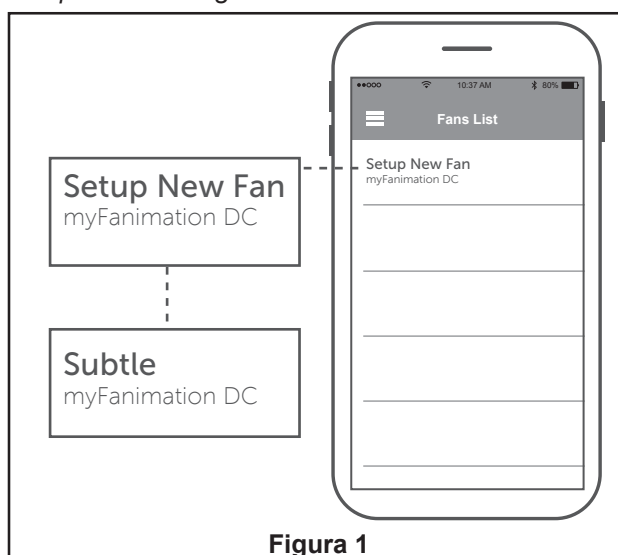

Figura 1
☐ **1. Instalación de la placa de la pared:** (Figura 1)
- ☐ 1. Abra la app fanSync y toque el nuevo ventilador para iniciar la instalación. (Figura 1)